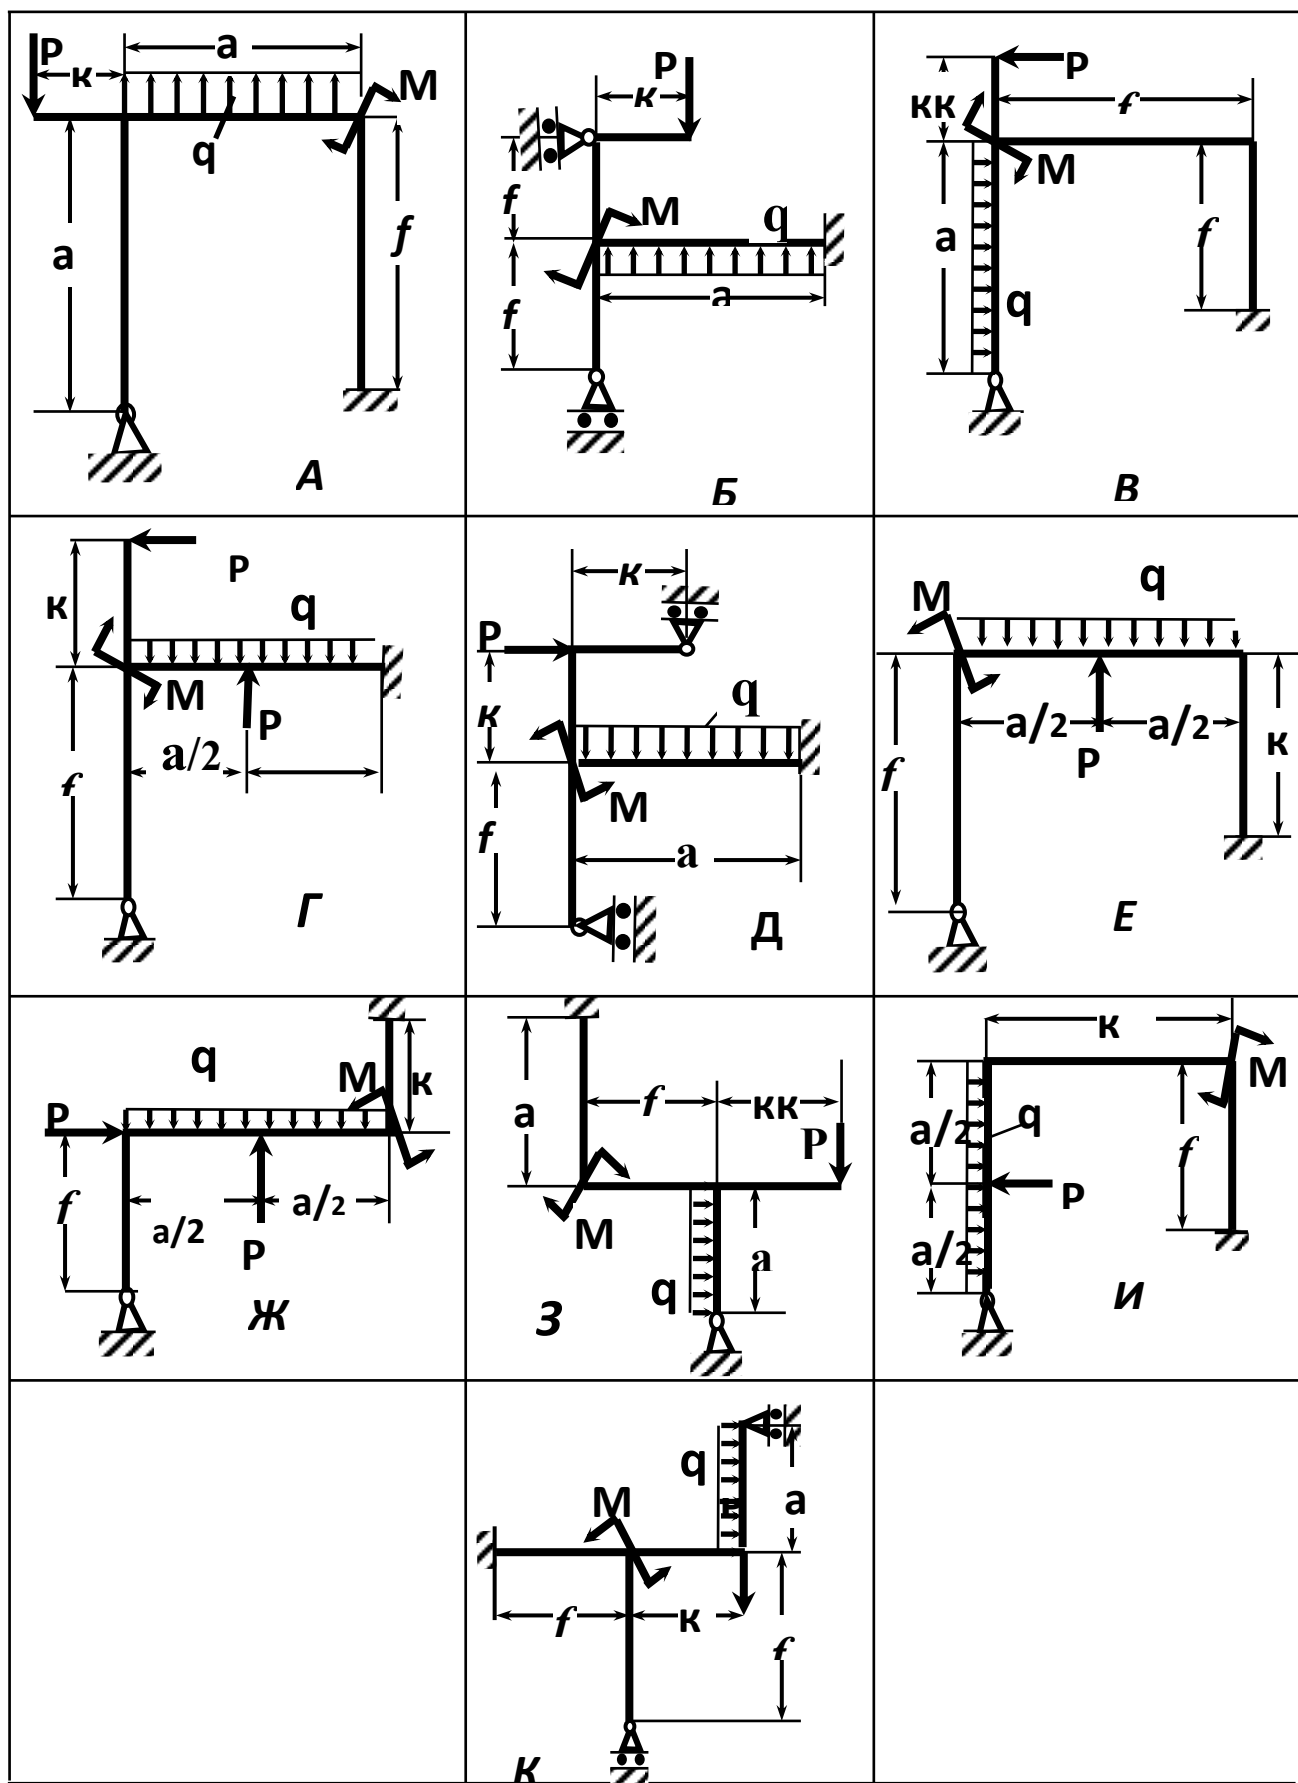

Рис.12
- 1) определить реакции опор в раме (рис. 12), используя для раскрытия статической неопределимости канонические уравнения метода сил;